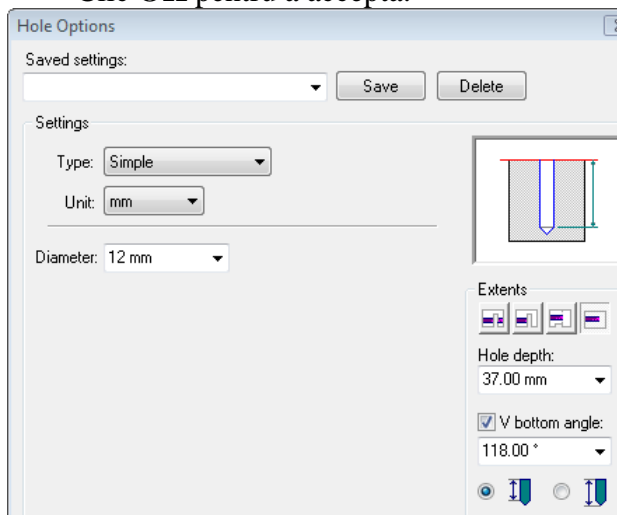
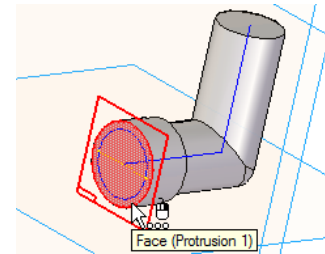

Fig. 8.18. Fereastra de opțiuni Hole
Fig. 8.17 Planul de lucru pentru primul alezaj
- Selectam planul din fig. 8.17
- In fereastra de opțiuni a comenzii **Hole**, setăm următoarele (fig. 8.18):
Folosind tot comanda **Hole**, vom realiza un alezaj cu filet. Planul de lucru va fi același cu planul din fig. 8.17. In fereastra de opțiuni a comenzii Hole (fig. 8.18), setăm: